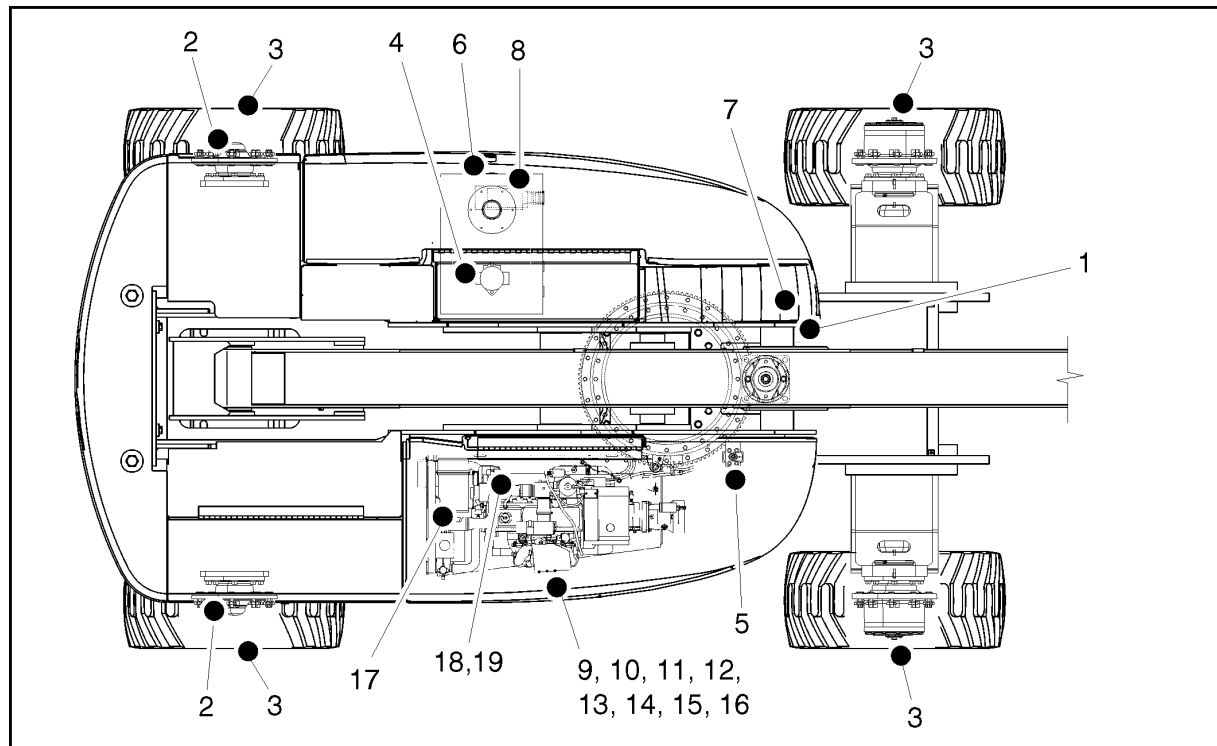

Abbildung 6-10. Wartung durch das Bedienungspersonal und Abbildung der Schmierpunkte
**HINWEIS:** Die folgenden Nummern entsprechen den in Abbildung 6-10., Wartung durch das Bedienungspersonal und Abbildung der Schmierpunkte dargestellten.